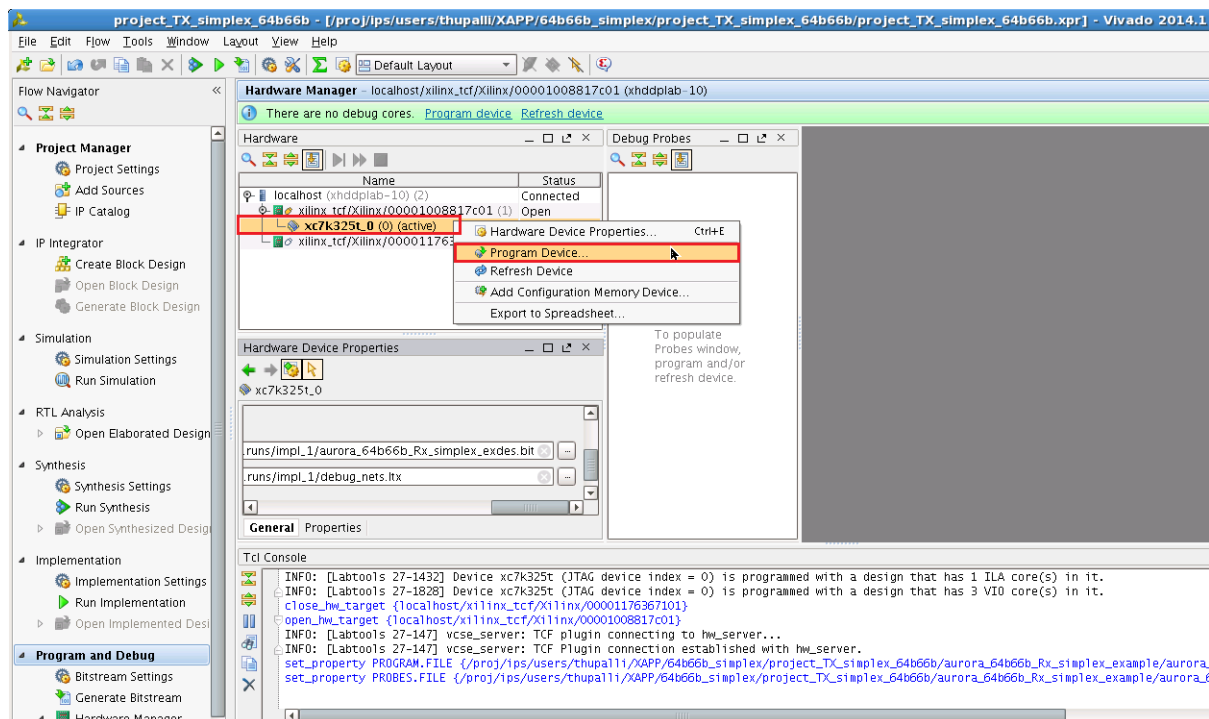

図 20 : [Program Device...] の選択
8. [Hardware] ビューでデバイスを右クリックし、[Program Device] をクリックします (図 20)。ビットストリーム ファイルのパスと名前が正しいことを確認して [OK] をクリックします。